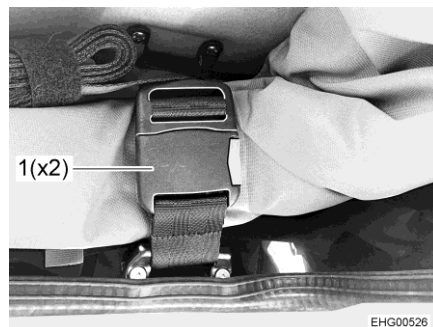

Bild 47 Bältlås
- Öppna båda bältlåsen (Bild 47,1).